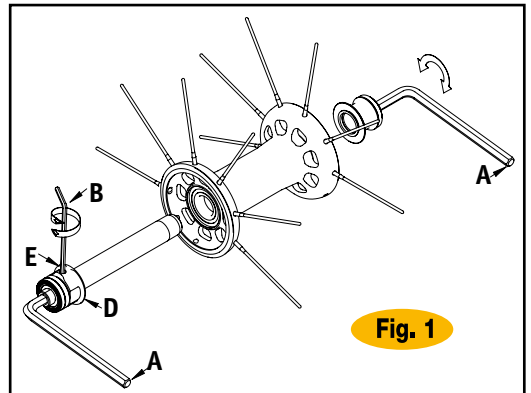

Fig. 1
- Allentate il grano (E) con una chiave a brugola da 2mm (B) (Fig. 1).
- Richiudete il grano (E).